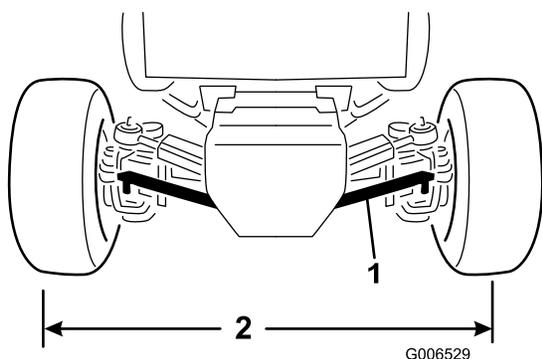

Figura 66
di montaggio sull'assale e separate il giunto a sfera dall'assale (Figura 66).
3. Ruotate il giunto sferico del tirante verso l'interno o verso l'esterno finché la distanza da centro a centro sulla parte anteriore e posteriore delle ruote posteriori non è identica (Figura 66).